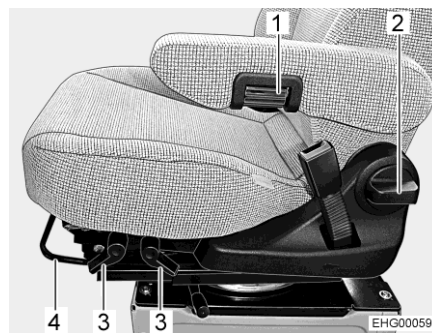

Fig. 17 Ajuste del asiento (Aguti GIS-Liner)
- Tirar el estribo (Fig. 17,4) hacia arriba.
- Tirar la palanca correspondiente (Fig. 17,3) hacia arriba.
- Girar el pomo (Fig. 17,2).
- Para el ajuste fino, girar la rueda moleteada (Fig. 17,1). Según la dirección de giro, el reposabrazos se inclinará hacia arriba o abajo.